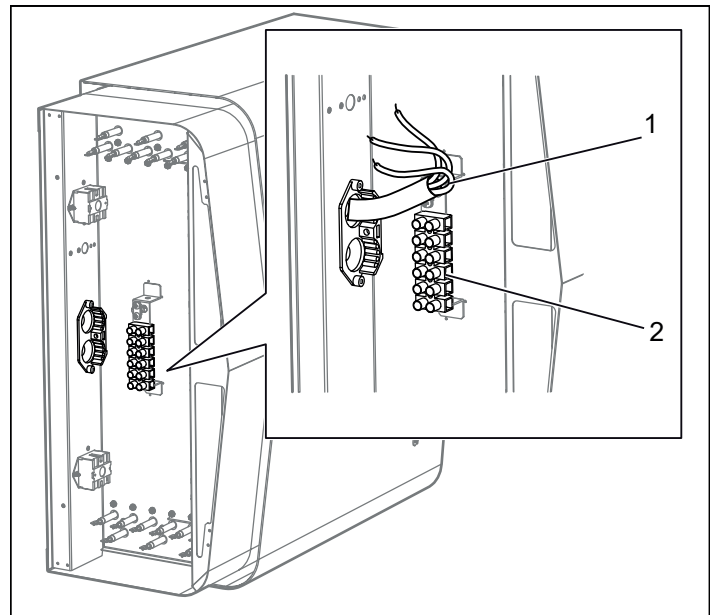

Рисунок 10: Электрическое соединение
2. Подключите электрический кабель (см. Рисунок 10) согласно схеме соединений (см. раздел Подключение/Схема соединений, Рисунок 17-24).